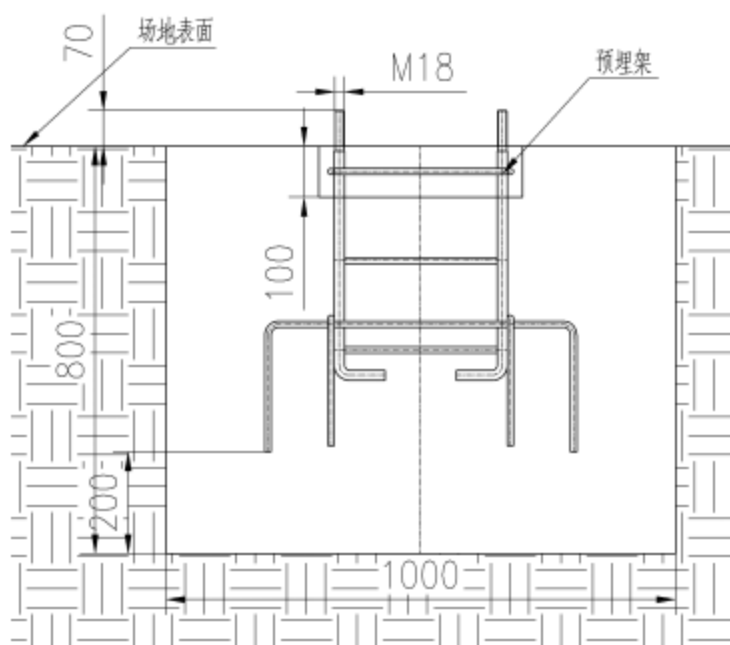

图4
3) 将预埋架放入混凝土基坑中(如图4), 保证预埋架与场地表面垂直, 预埋架埋入尺寸如图4所示;(注: 注意器材的安装方向由预埋架的放置